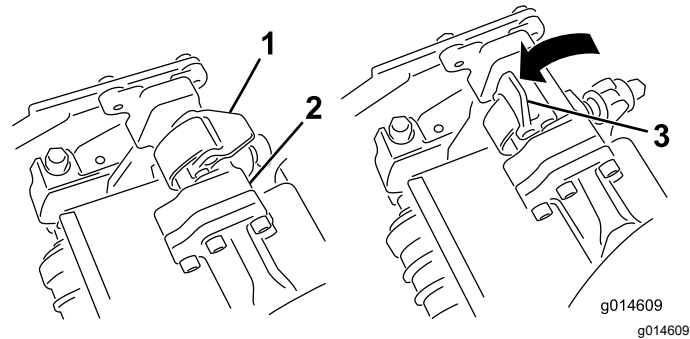

Figura 51
4. Con los enganches del brazo de suspensión orientados hacia arriba (es decir, abiertos) (Figura 51), empuje hacia abajo el brazo de suspensión de modo que la barra encaje en la barra situada en la parte superior de la unidad de corte (Figura 52).
5. Presione los enganches hacia abajo alrededor de la barra de la unidad de corte y bloquéelas (Figura 51).
5. Abra los enganches de la barra del brazo de suspensión de la unidad de corte que está retirando (Figura 51).